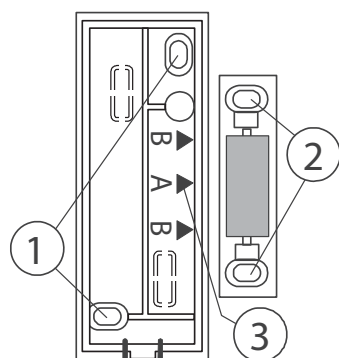

fig. 3
- Vissez l'élément plastique arrière sur la partie fixe de la porte (de la fenêtre). Les repères A,B sur cet élément plastique désignent l'emplacement de l'aimant (fig. 3).